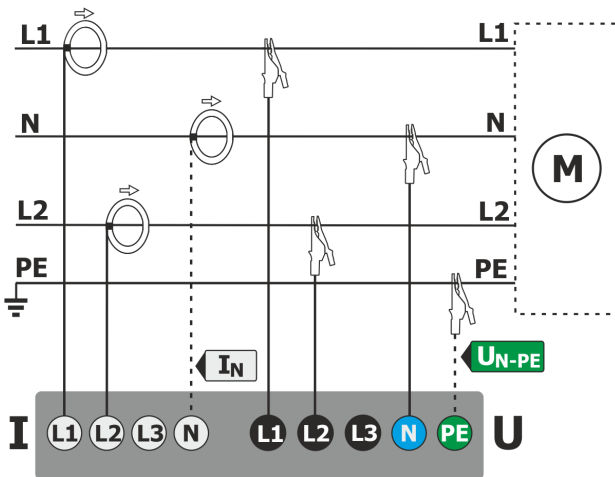

Abb. 39. Schaltbild – Zweiphasen Netz
- 1-Phasen 3-Leiternetz mit aufgesplitteter Windung für den Wandler (Abb. 39)